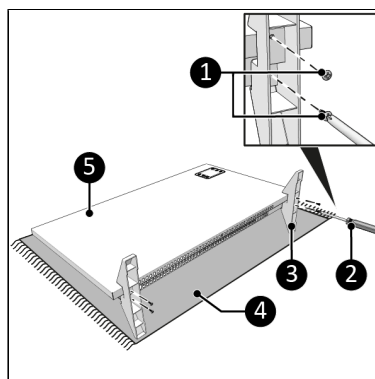

Figure 58.
1. Posez l'appareil sur une surface douce et stable (Figure 58, pos. 4).
2. Placez les pieds (Figure 58, pos. 3) des deux côtés du corps principal (Figure 58, pos. 5).
3. Vissez et serrez les pieds avec une petite vis (Figure 58, pos. 1) à l'aide d'un tournevis Phillips (Figure 58, pos. 2).